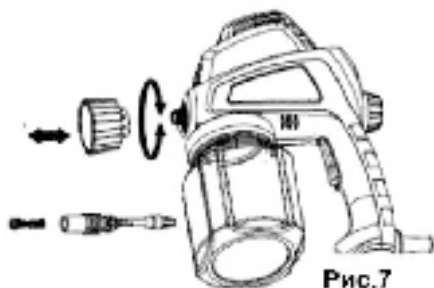

Рис.7
3. Снимите бачок и всасывающую трубку с фильтром. (Рис.7).